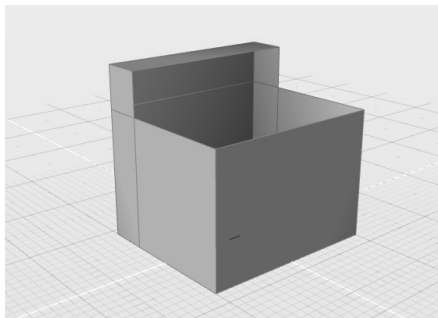

图 6-47 打开练习文件
1) 打开素材文件夹“练习（6.2.2）”中的 Evolve 文件，该文件中有一个未封闭的多边形，如图 6-47 所示。